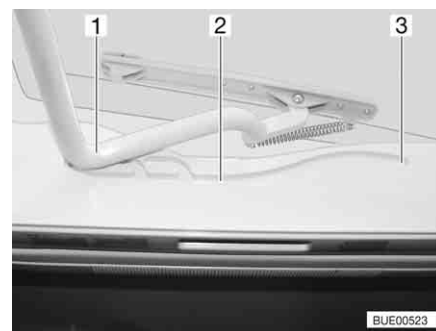

Fig. 37 Guida (oblò Heki)
- Tirare la staffa (Fig. 37,1) nelle guide (Fig. 37,2) fino alla posizione più all'indietro (Fig. 37,3).
- Spingere la staffa (Fig. 37,1) leggermente verso l'alto con ambedue le mani.
- Tirare la staffa nelle guide (Fig. 37,2) fino alla posizione desiderata.